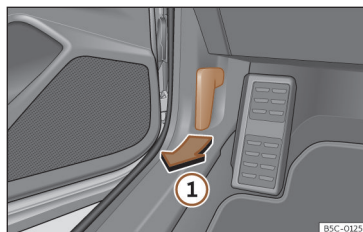

Fig. 215 Alavanca de desbloqueio no espaço para a zona dos pés do condutor.
• Abra a porta e puxe pelo manípulo que existe debaixo do painel de instrumentos >>> **Fig. 215 ①**.